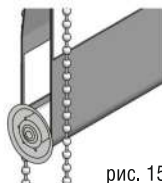

рис. 15
3. Вставить нижнюю трубку в ткань (рис.15).